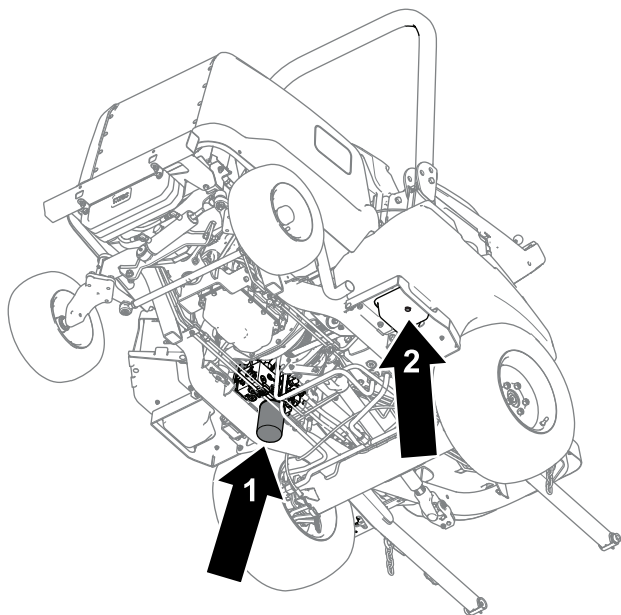

Figura 85
4. Retire o tampão de drenagem (Figura 85) da parte debaixo do depósito e deixe o fluido hidráulico escorrer para o recipiente.
6. Coloque um recipiente de escoamento debaixo do filtro (Figura 85), retire o filtro e deixe o restante óleo escoar para o recipiente.